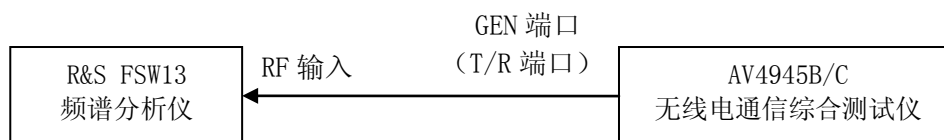

图 6-8 射频信号发生功率特性测试的框图
- 1) 测试 GEN 端口射频信号发生功率，如图 6-8 连接 AV4945B/C 的 GEN 端口与频谱分析仪 RF 输入端口；
- 1) 如图 6-8 连接 AV4945B/C 的 GEN 端口与频谱分析仪 RF 输入端口；设置 AV4945B/C 为射频发射模式，输出频率 1MHz，幅度 0dBm；设置频谱分析仪起始频率 1MHz，参考电平 10dBm；
1) 如图 6-8 连接频谱分析仪的 RF 输入和 AV4945B/C 的 GEN 端口，设置 AV4945B/C 为射频发射模式，输出频率 1.05GHz，幅度-10dBm，调制格式 FM，调制率 20Hz，频偏 5kHz；
1) 如图 6-8 连接频谱分析仪的 RF 输入和 AV4945B/C 的 GEN 端口，设置 AV4945B/C 为射频信号发射模式，输出频率 1.05GHz，幅度-10dBm，选择调制格式为 AM，设置调制率 20Hz，调幅深度 30%；
1) 如图 6-8 连接频谱分析仪的 RF 输入和 AV4945B/C 的 GEN 端口，设置 AV4945B/C 为射频发射模式，AV4945B/C 输出频率 1.05GHz，幅度-10dBm；